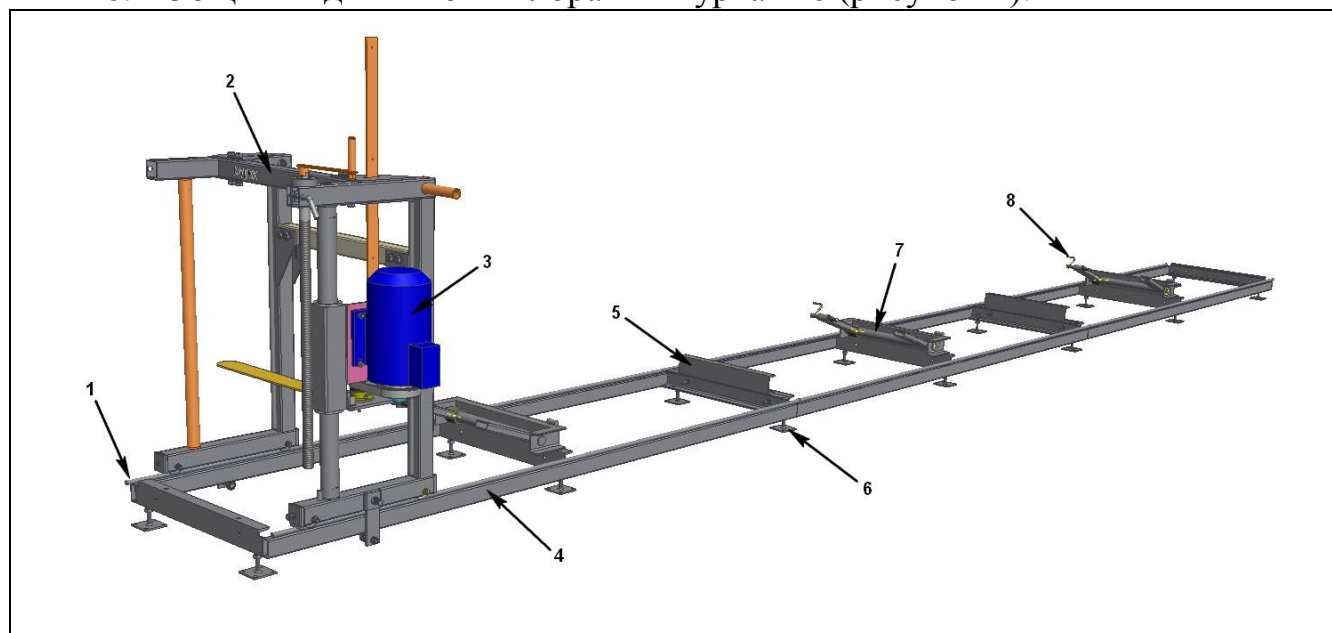

Рисунок 1 – Общий вид шинной пилорамы Мурка М6
6.1 Общий вид шинной пилорамы Мурка М6 (рисунок 1).